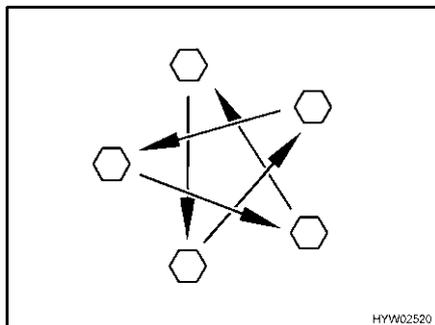

Fig. 175 Serrare a croce i dadi o i bulloni delle ruote
- Controllare regolarmente il serraggio dei dadi o dei bulloni. Regolare a croce (Fig. 175) il serraggio dei dadi o dei bulloni di una ruota sostituita dopo circa 50 km.
- ▷ Serrare a croce i dadi o i bulloni delle ruote (Fig. 175).